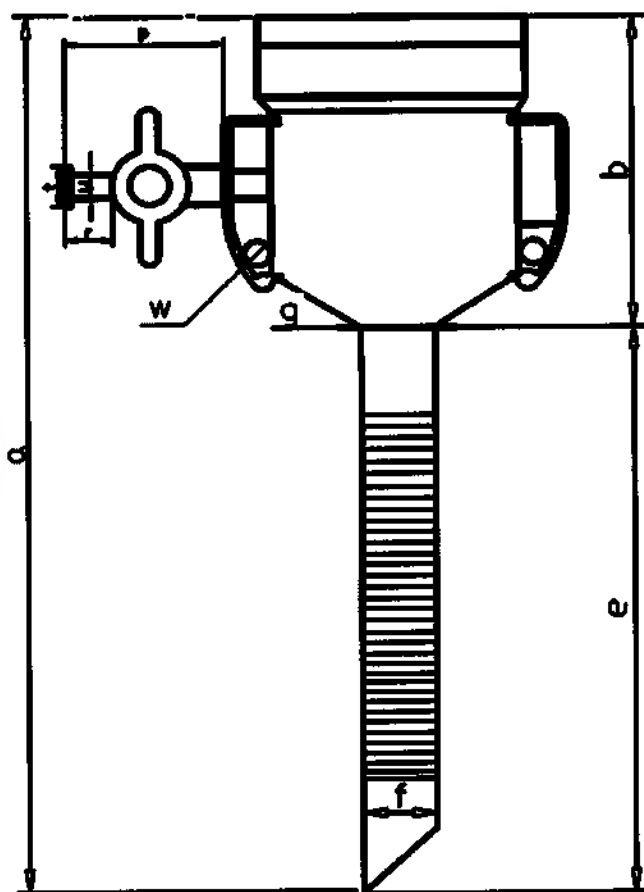

Рис.9 Канюля троакара 10 мм
2. кран инсuffляции длиной $25 \pm 0,5$ мм (рис.9(p)) с портом Луэр-лок (винтовой коннектор) (наружный диаметр $7,5 \pm 0,1$ мм (рис.9(t)), внутренний диаметр $4,0 \pm 0,1$ мм (рис.9(u)), длиной $6 \pm 0,2$ мм (рис.9(r))). Соединение системы газоподачи или шприцов через винтовой коннектор Луер Лок должно быть прочным. Кран инсuffляции должен открывать и закрываться плавно, без заеданий. Усилие, необходимое для поворота крана инсuffляции должно быть не более 2 Н. Для предотвращения потери газа во время процедуры, подвижные и неподвижные соединения крана должны быть герметичны;
3. два отверстия для фиксации канюли, расположенные по разные стороны клапанного блока, диаметром $3 \pm 0,2$ мм каждое (рис.9(w)).
2. кран инсуффляции длиной $25 \pm 0,5$ мм (рис.9(p)) с портом Луэр-лок (винтовой коннектор) (наружный диаметр $7,5 \pm 0,1$ мм (рис.9(t)), внутренний диаметр $4,0 \pm 0,1$ мм (рис.9(u)), длиной $6 \pm 0,2$ мм (рис.9(r))). Соединение системы газоподачи или шприцов через винтовой коннектор Луер Лок должно быть прочным. Усилие, необходимое для поворота крана инсуффляции должно быть не более 2 Н. Кран инсуффляции должен открываться и закрываться плавно, без заеданий. Для предотвращения потери газа во время процедуры, подвижные и неподвижные соединения крана должны быть герметичны;